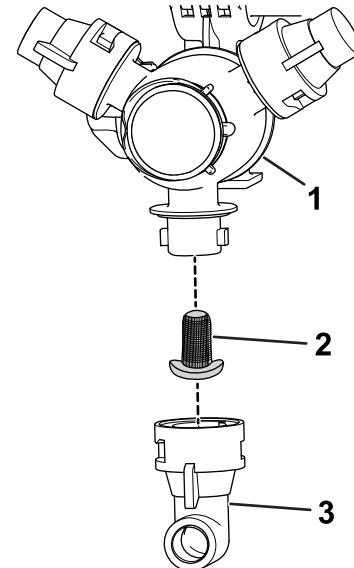

Bild 81
2. Nehmen Sie die Düse vom Sprühdrehkreuz ab (Bild 81).
| 3. Entfernen Sie den Düsenfilter ( <a href="#">Bild 81</a> ). |         |
5. Setzen Sie den Düsenfilter ein (Bild 81).
6. Setzen Sie die Düse auf das Sprühdrehkreuz auf (Bild 81).